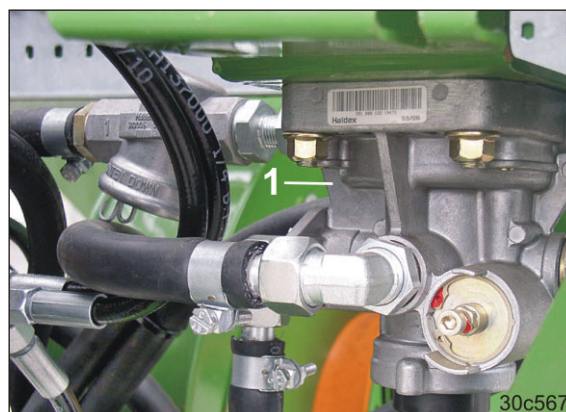

Fig. 132
- en anhængerbremseventil (Fig. 132/1).